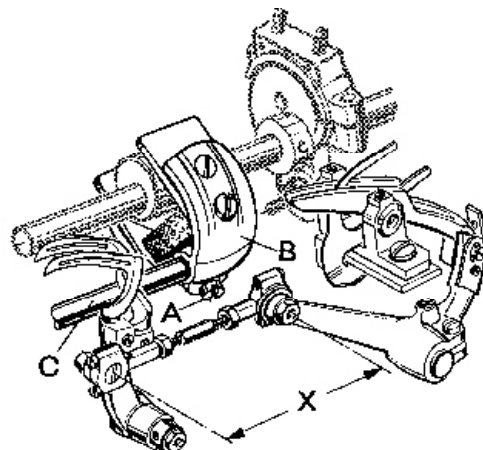

Fig. 11
Set the looper connecting rod (E) so the distance (X, Fig. 11) between the centerlines of the two ball joints is 69.8 mm (2 3/4 in.). For adjustment loosen the two nuts (F, Fig. 10) and turn connecting rod (E) forward or backward as required to obtain specified dimension, retighten nuts (F).
Die Greiferverbindungsstange (E) muß so eingestellt sein, daß der Abstand (X, Fig. 11) von Mitte zu Mitte Kugelgelenk 69,8 mm beträgt. Zum Einstellen lösen Sie die beiden Muttern (F, Fig. 10) und drehen die Verbindungsstange (E) vor oder zurück bis der erforderliche Abstand erreicht ist. Ziehen Sie die Muttern (F) wieder an. Beachten Sie: Die linke Mutter hat ein Linksgewinde.